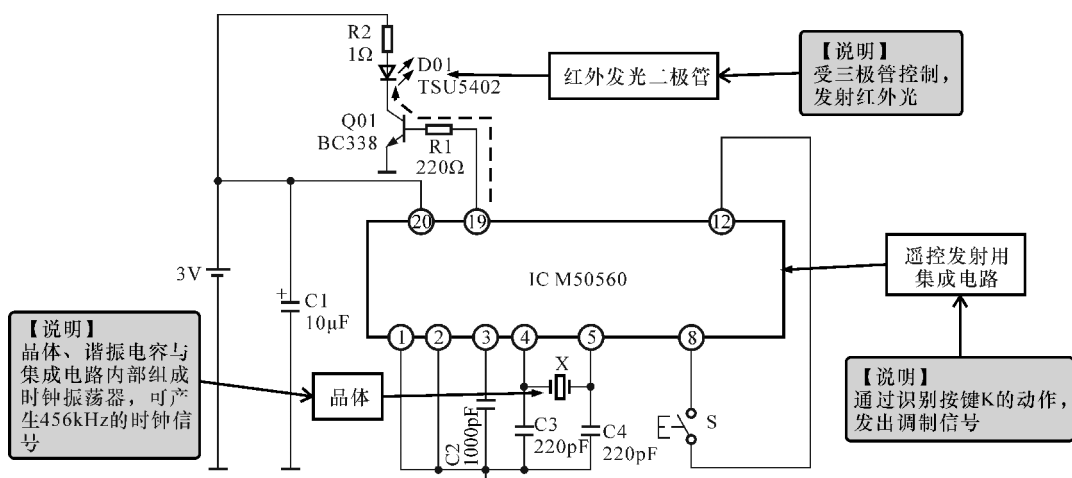

图 8-5 采用 M50560 为核心的单路非编码式红外发射电路
(2) M50560 遥控发射电路
图 8-5 所示为采用 M50560 为核心的单路非编码式红外发射电路。在 M50560（集成电路，遥控发射用）的④脚、⑤脚接有 C3、C4 及石英晶体 X，它们和内部电路组成时钟振荡器，可产生 456 kHz 的时钟信号，经 12 分频后成为 38 kHz、占空比为 1:3 的红外载波信号；M50560 的⑩脚为调制信号的输出端；S 为操作按键。